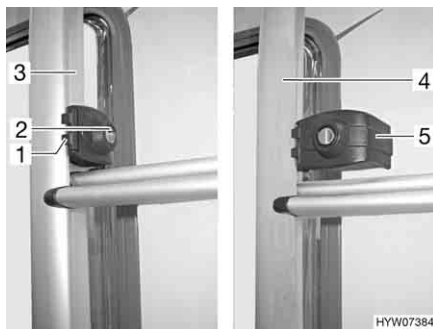

Fig. 2 Bloccaggio della scaletta del portapacchi
- Inserire la chiave nel cilindro della serratura (Fig. 2,2) del bloccaggio della scaletta del portapacchi (Fig. 2,1) e ruotarla un quarto di giro finché la chiave non si trova in posizione verticale.
- Tenere ferma la parte ribaltabile della scaletta del portapacchi (Fig. 2,4) e girare l'archetto di sicurezza (Fig. 2,5).
- Inserire la chiave nel cilindro della serratura (Fig. 2,2) del bloccaggio della scaletta del portapacchi (Fig. 2,1).
- Ruotare l'archetto di sicurezza (Fig. 2,5) verso l'interno intorno al tubo della parte fissa della scaletta del portapacchi (Fig. 2,3).